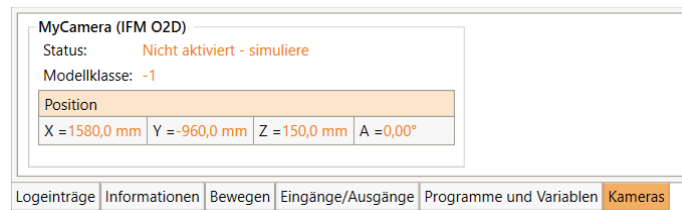

Abbildung 42: Kamera-Statusbereich
- CRI-Schnittstelle: Das Bild wird über, die Ethernet-Schnittstelle an iRC übertragen und kann dort im Kamera-Statusbereich beobachtet werden (s. Abb. 42).